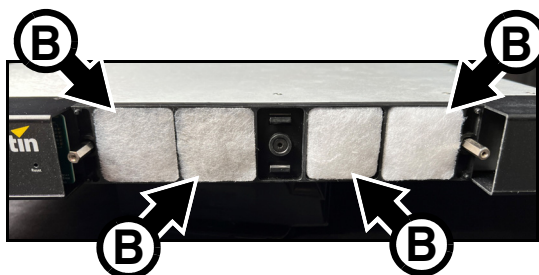

Figure 9: Remplacement des filtres à air, P3-175
3. Voir Figure 9. Les filtres sont désormais visibles. Retirez les filtres usagés **B** et installez des filtres neufs.